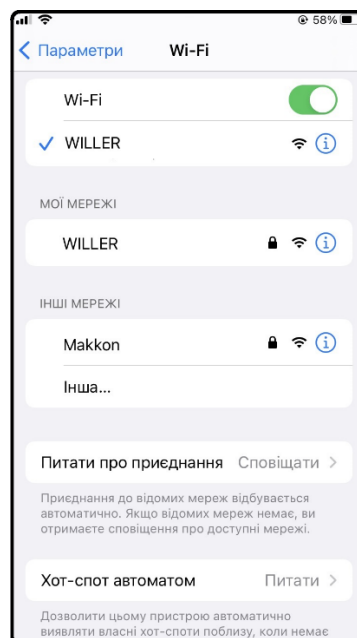

Рисунок 18
3. Увімкнути функції WIFI та Bluetooth на смартфоні, після чого підключіться до своєї домашньої точки доступу WIFI. Точка доступу WIFI повинна мати можливість нормально підключатися до Інтернету (рис.18).